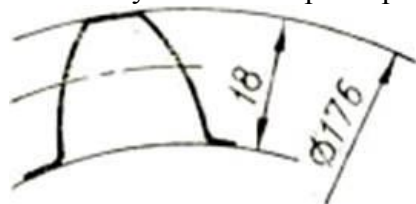

Рис.3
8. Установите порядок действий. Сколько, зубьев имеет нормальное прямозубое зубчатое колесо с указанными размерами (рис. 3)?